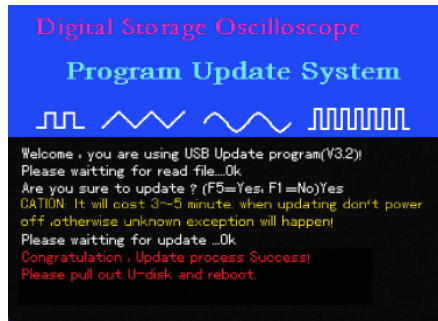

图5-5
6、当程序更新进度到100%，显示变为OK，表示完成当前程序更新完成，并显示图5-5所示，提示“祝贺您程序升级成功，请拔出U盘，重新启动示波器”。